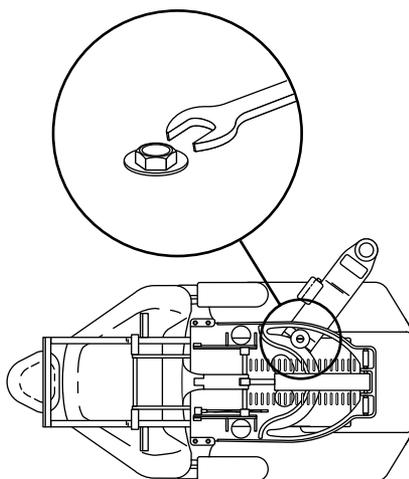

Figure 12. Ecrou de fixation
4. A l'aide d'une clé de 15 / 16, desserrer l'écrou de fixation illustré sur la Figure 12.